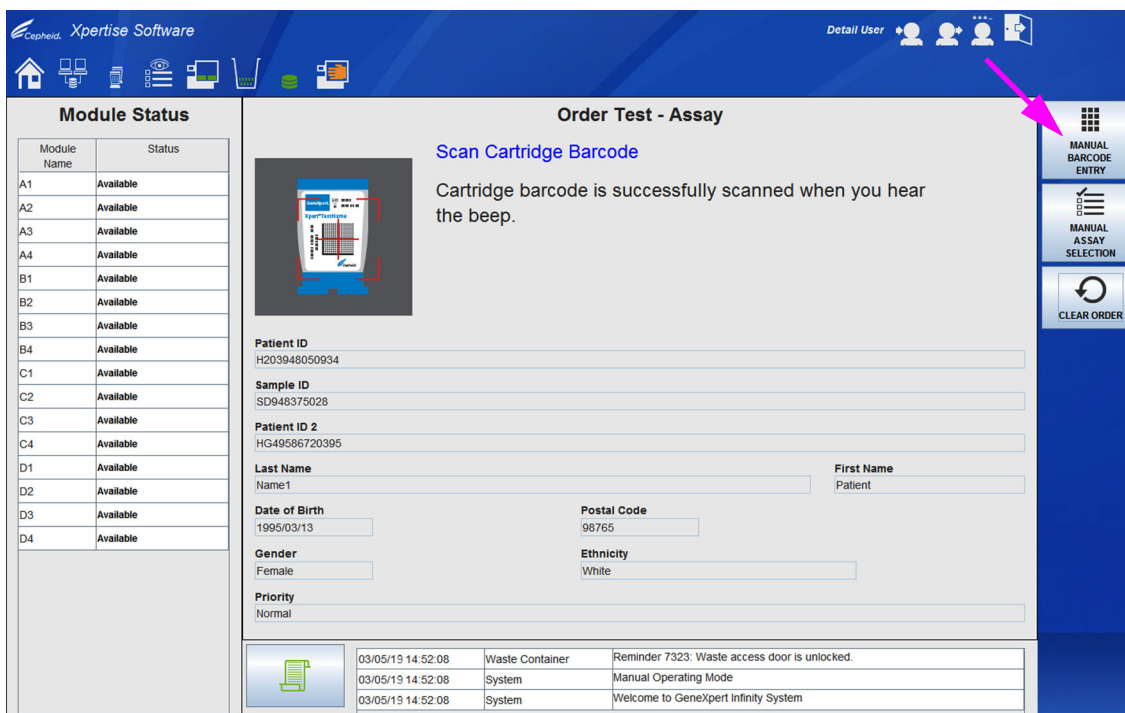
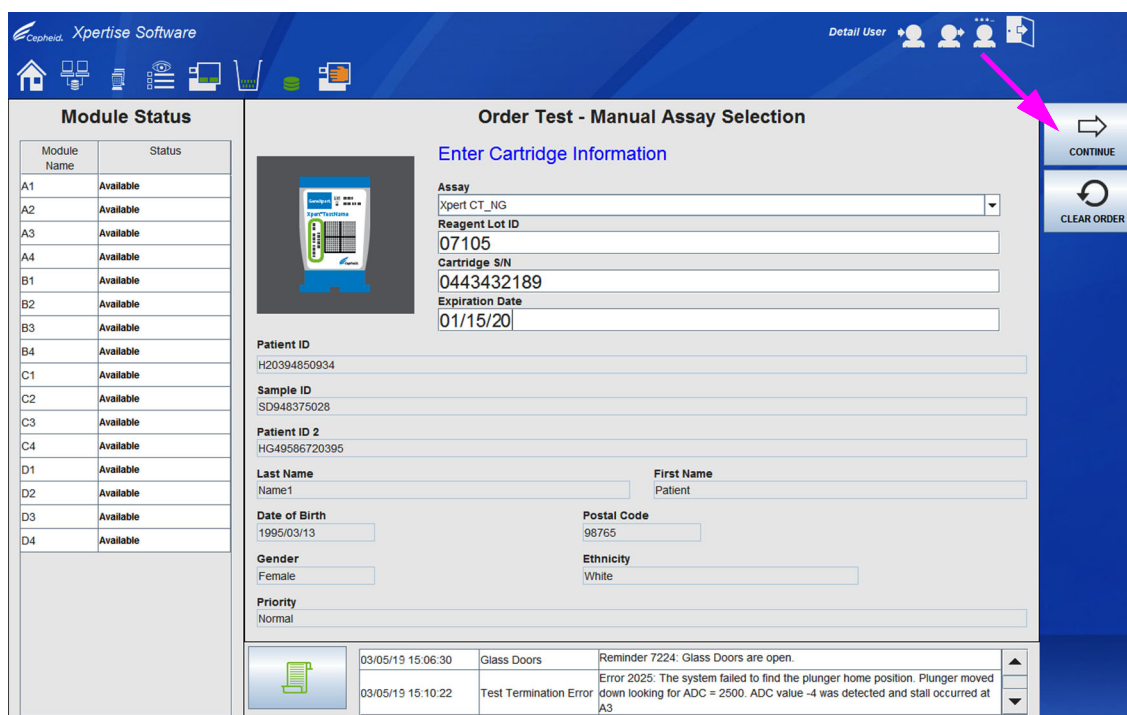

图 5-114. 指令测试 - 检测法 (Order Test - Assay) 工作区
图 5-120. 指令测试 - 手动选择检测法 (Order Test - Manual Assay Selection) 工作区
1. 在指令测试 - 检测法 (Order Test - Assay) 工作区中，选择**手动输入条形码 (MANUAL BARCODE ENTRY)** 按钮以手动选择检测法（请参见图 5-114）。显示指令测试 - 手动输入条形码 (Order Test - Manual Barcode Entry) 工作区。请参见图 5-115。
- 在指令测试 - 检测法 (Order Test - Assay) 工作区或指令测试 - 手动输入条形码 (Order Test - Manual Barcode Entry) 工作区，选择**手动选择检测法 (MANUAL ASSAY SELECTION)** 按钮。（请参见图 5-114 或图 5-115）。将显示指令测试 - 手动选择检测法 (Order Test - Manual Assay Selection) 工作区。请参见图 5-120。